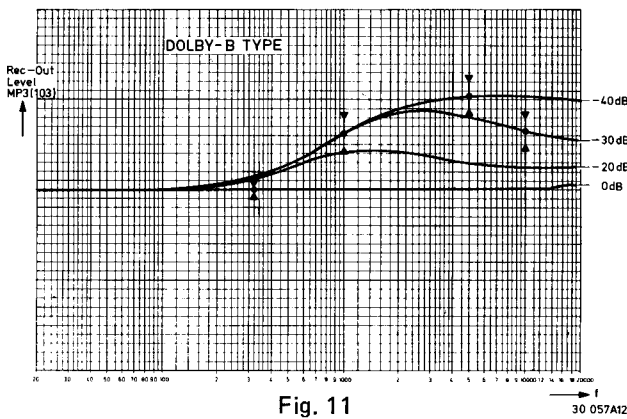
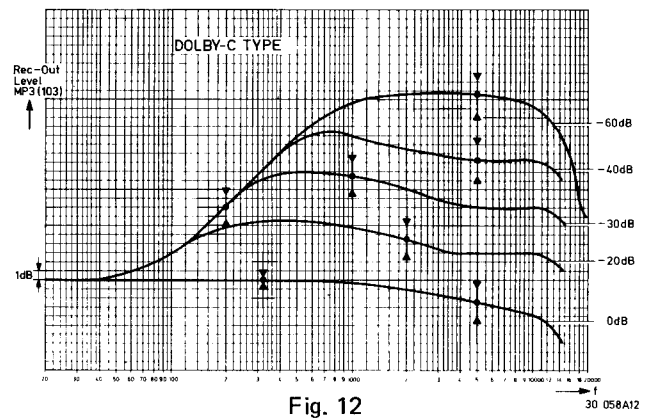

Fig. 11
Fig. 12
- \*c — Graphs Fig. 11 and Fig. 12 show how the voltage across MP3 (MP103) rec.-out behaves with respect to the voltage across monitor output BU6 (BU7) at various input levels.
- \*c — In de grafieken Fig. 11 en Fig. 12 is aangegeven hoe de spanning op MP3 (MP103) rec-out zich gedraagt t.o.v. de spanning op de monitoruitgang BU6 (BU7) bij verschillende ingangsniveaus.
- \*c — Les graphiques Fig. 11 et Fig. 12 montrent le comportement de la tension sur MP3 (MP103) rec-out par rapport à la sortie de moniteur BU6 (BU7) à des niveaux d'entrée différents.
- \*c — In den graphischen Darstellungen Fig. 11 und Fig. 12 ist angegeben, wie sich die Spannung an MP3 (MP103) "rec-out" gegenüber der Spannung an dem Monitorausgang BU6 (BU7) bei mehreren Eingangspegeln verhält.
- \*c — I grafici Fig. 11 e Fig. 12 fanno apparire il comportamento della tensione su di MP3 (MP103) rec-out nei confronti della tensione di uscita del monitore BU6 (BU7) ai livelli diversi di tensione.